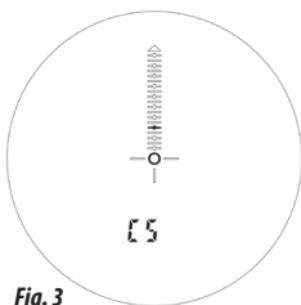

Fig. 3
4. Premere nuovamente il pulsante di alimentazione. Il display visualizzerà "C5" lampeggiando (o "C" con un numero diverso) (Fig. 3). Allineare il cerchietto centrale del telemetro con il bersaglio "40 PIN" sul foglio di calibrazione (bersaglio da "60 PIN" se si sta utilizzando l'altro lato del foglio).